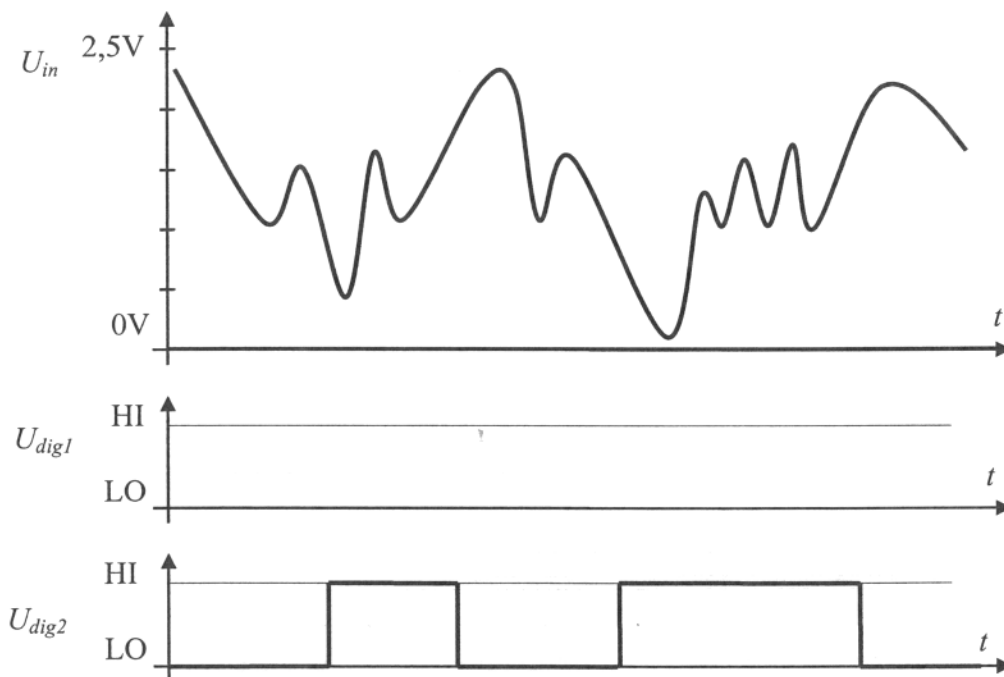

Abbildung 3.1
In Abbildung 3.1 ist ein analoger Spannungsverlauf U_{in} gegeben.
- (a) Dieses Signal U_{in} wird an einen Eingang eines digitalen Gatters mit Schwellwert $U_{th} = 1,25V$ (ohne Hysterese) gelegt. Ergänzen Sie in Abbildung 3.1 den Spannungsverlauf U_{dig1} nach der Digitalisierung!